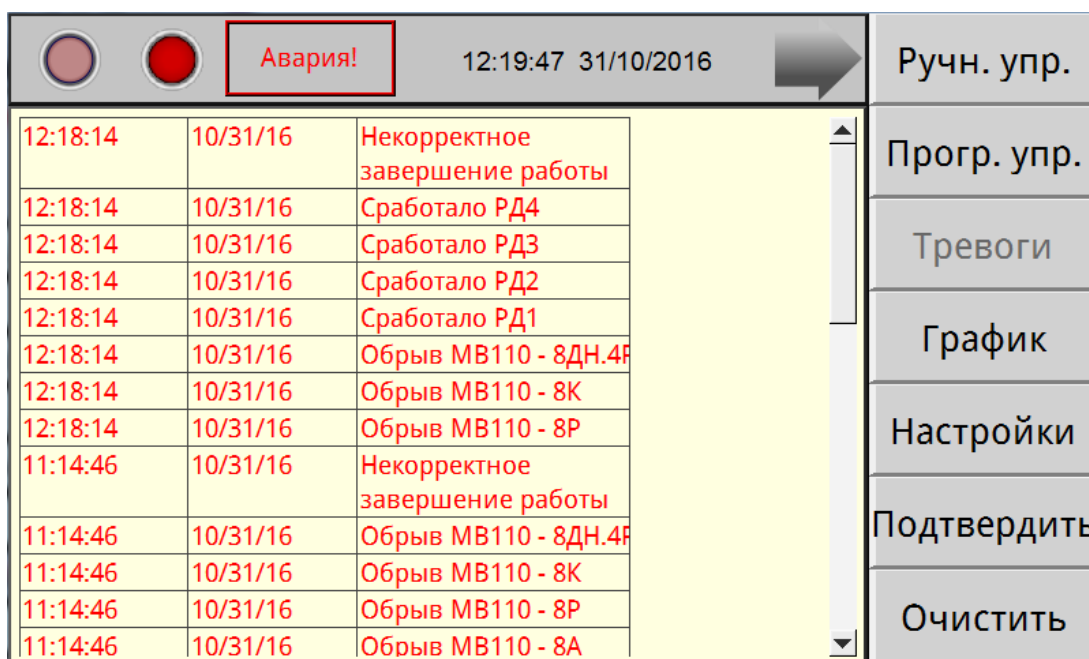

Рисунок 8
8.12 При нажатии на поле «Тревоги» будет отображен экран рисунок 8. При этом звуковой сигнал выключается.